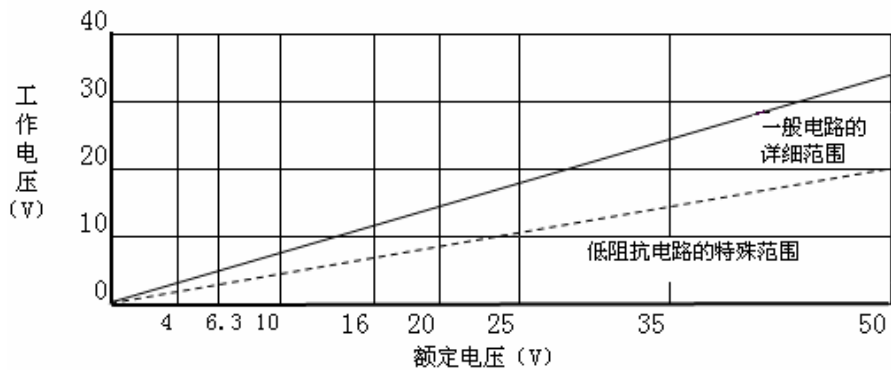

图 7.5-1
- a. 使用低阻抗电路时(尤其开关电源中的滤波电容器), 请将使用电压设定在额定电压的 1/3 以下。使用其它电路时, 请将使用电压设立在额定电压的 2/3 以下(见图 7.5-1)。图示如下:
- c. 钽电容器在电路中, 应控制瞬间大电流对电容器的冲击, 建议串联电阻以缓解这种冲击。请将 $3\Omega/\text{V}$ 以上的保护电阻器串联在电容器上, 以限制电流在 300mA 以下。无法加入保护电阻时, 请使用 $1/3$ 额定电压以下作为工作电压(见图 7.5-1)。